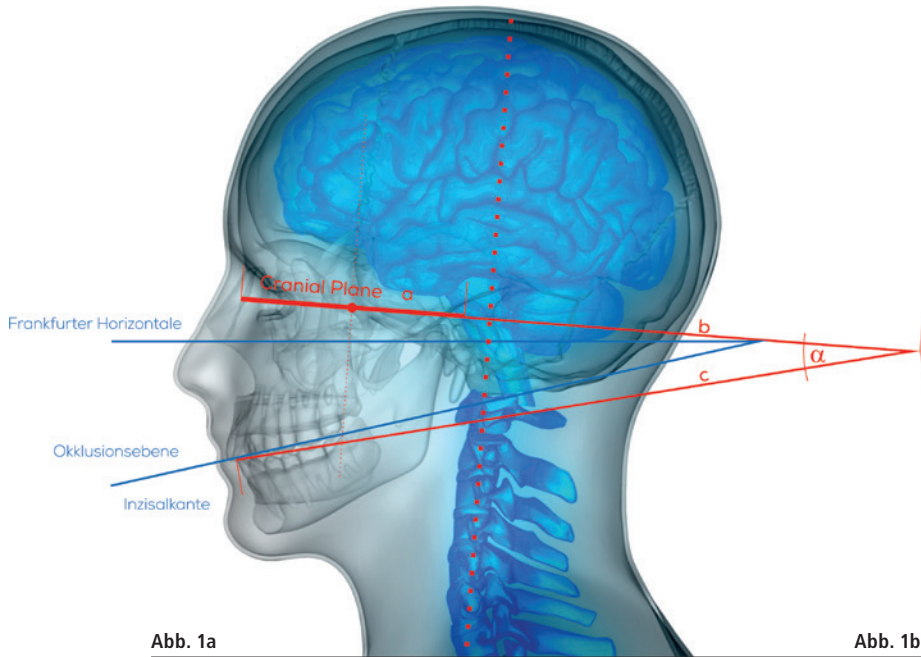
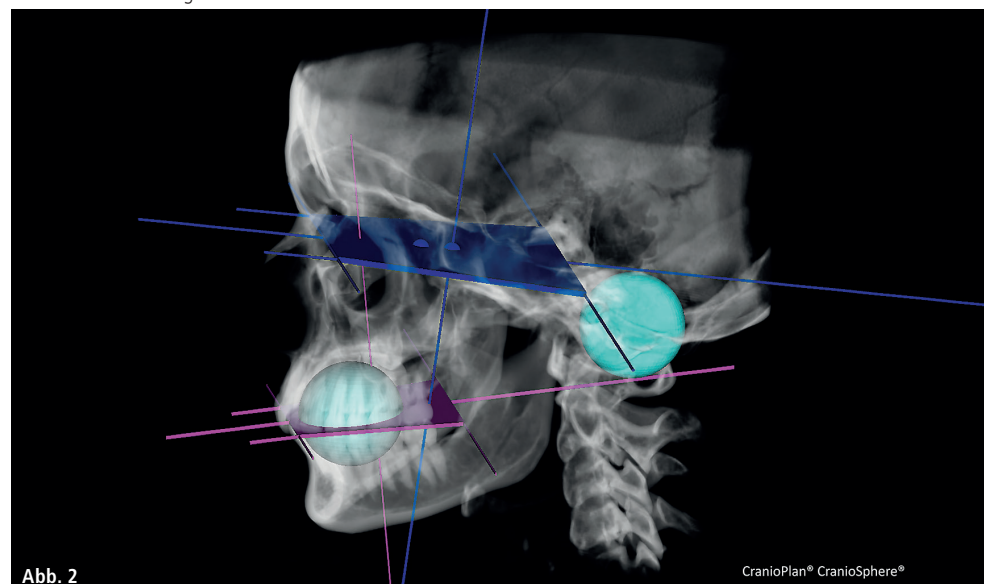
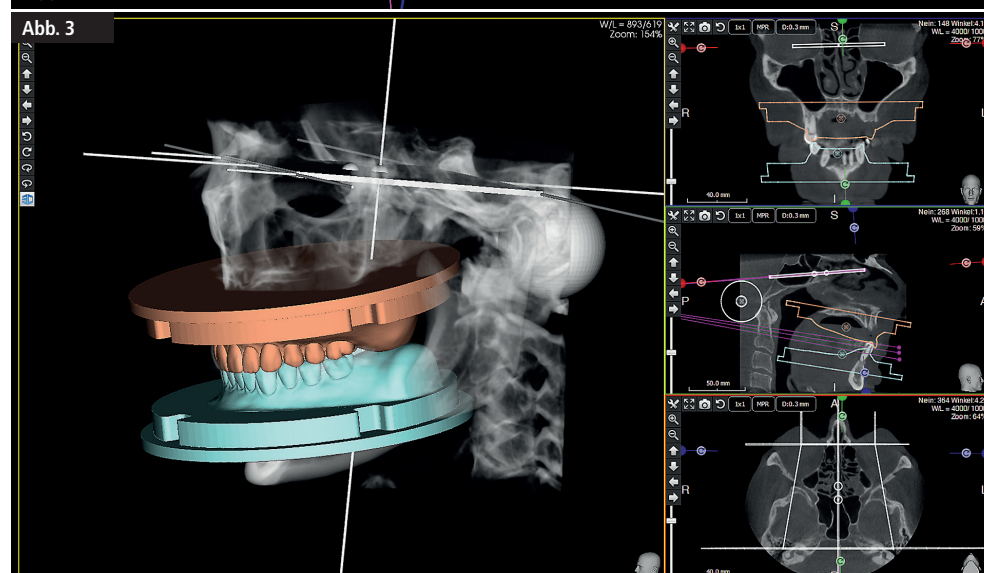

Abb. 1a
Abb. 2
Abb. 3
miteinander verbunden (Abb. 1a und b). Aus diesen definierten anatomischen Referenzpunkten im Schädel des Menschen lässt sich eine Bezugsebene – die Cranial Plane (CP; Abb. 2) – ableiten. Diese Ebene kann zur Kalibrierung und Referenzierung aller medizinischen Therapieverfahren, sowohl zahnmedizinisch als auch humanmedizinisch, herangezogen werden und erlaubt es dem Mediziner, Wissenschaftler und Techniker von definierten Referenzpunkten und Referenzebenen aus genaue und reproduzierbare Messungen durchzuführen. Das ist der entscheidende Punkt. Auf der Basis der CP haben wir ein neuartiges 3D-Kephalometrieverfahren entwickelt, welches die Planung der patientenindividuellen Okklusionsebene und der Zahnpositionen beim teilbezahnten und zahnlosen Patienten anhand anatomischer Bezugspunkte auf Basis fusionierter digitaler Daten erlaubt.
Abb. 1a und b: Die Sinnesorgane dienen mit ihren Eintrittspunkten in das Humansystem als anatomische Referenzpunkte.
Auf der Basis der Analyse des 3D-kephalometrischen CranioPlan®-Verfahrens (Abb. 2) erfolgt die Festlegung der Referenzpunkte im Bereich der Augen und des Innenohrs und daraus resultierend die Festlegung der CP. Die Festlegung der Okklusionsebene erfolgt einem durch die Analyse bestimmten Winkel eindeutig zur CP. Unter Berücksichtigung dieser Vorgaben erfolgt nun die Positionierung der virtuellen Prothesenblanks BDLoad® in der DVT-Aufnahme (Abb. 3). BDLoad® ist ein Fräsrohling, in dem die Zahnreihen in funktioneller, ästhetischer Aufstellung bereits inte-
Abb. 2: Ableitung der Cranial Plane (CP) als Bezugsebene aus den anatomischen Referenzpunkten. – **Abb. 3:** Positionierung der virtuellen Prothesenblanks nach dem Verfahren CranioPlan®.